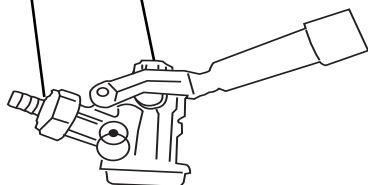

Figure 7
- Insérez le tirant du baril fourni dans le col à verrouillage du baril à bière et tournez-le dans le sens des aiguilles d'une montre pour le verrouiller en place, en vous assurant qu'il est sur la position fermée. **(Se reporter à la figure 7).**
- Faisez certain que les deux rondelles en caoutchouc sont correctement insérées dans le coupleur, voir figure 7 ci-dessous.